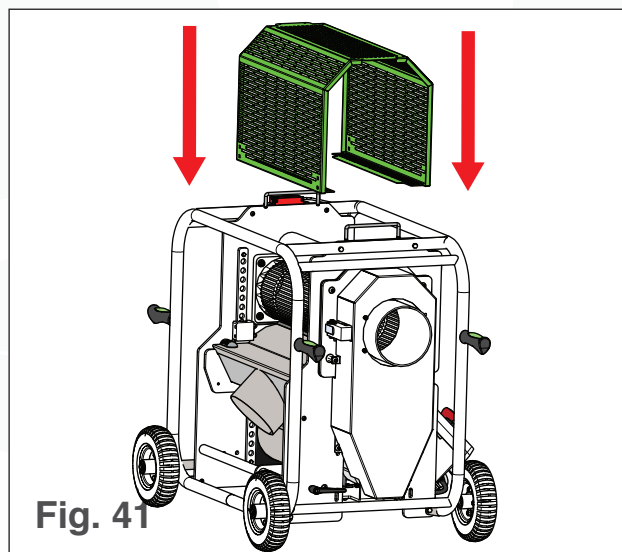

Fig. 41
1. Abaissez la protection du tambour sur la machine (voir Fig. 41).